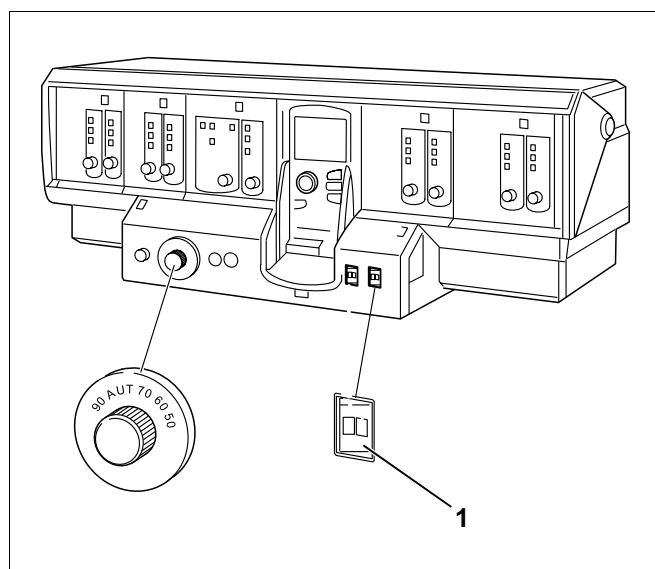

Fig. 49 Eksempel vist med Logamatic 4311
- Sæt driftskontakten (Fig. 49, pos. 1) på instrumentpanelet i stilling „0“.